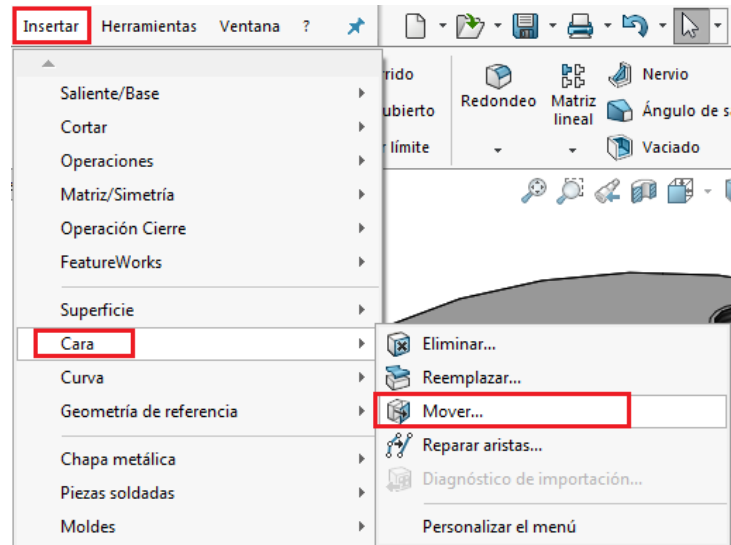

Ilustración 158
Paso 1: Con la pieza anterior se selecciona la operación Mover Cara (ver ilustración 158).